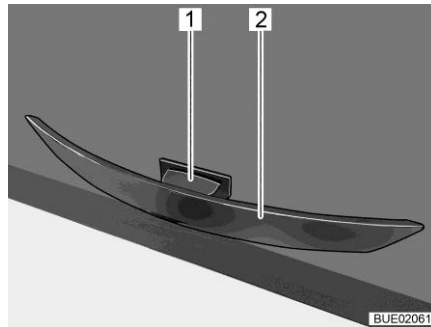

Bild 43 Griff mit Entriegelungstaste
- Entriegelungstaste (Bild 43,1) drücken und gedrückt halten.
- Am Griff (Bild 43,2) ziehen, bis die Möbelklappe offen ist.